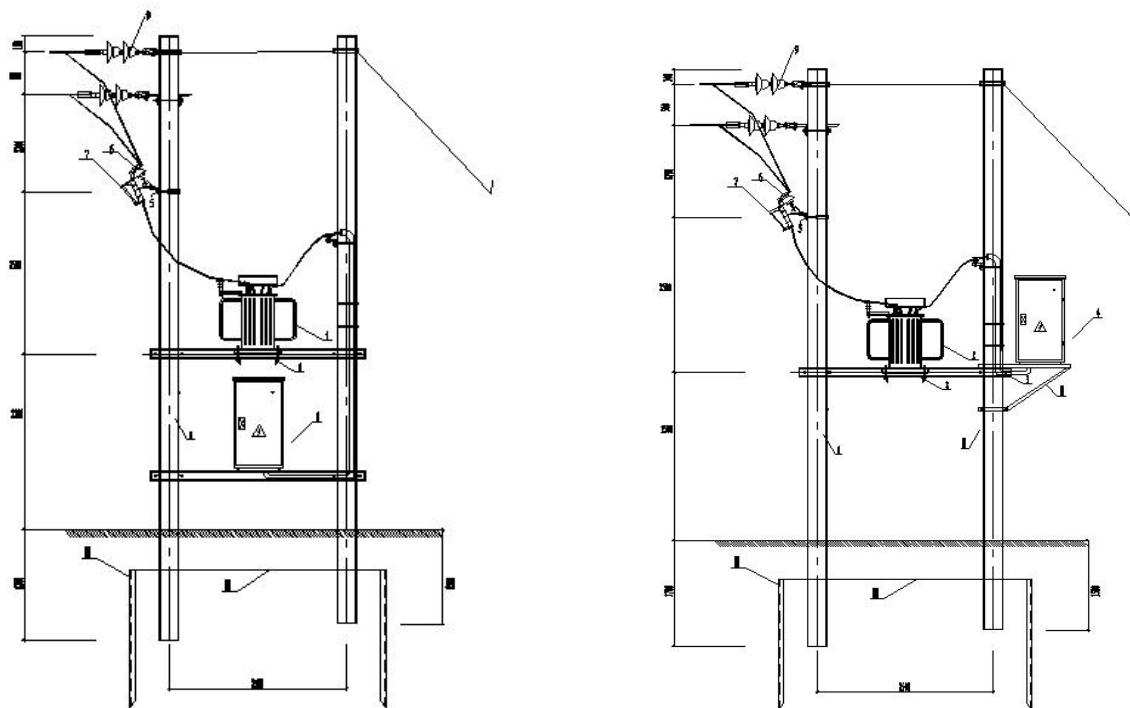

图 2 JP 型低压配电无功补偿综合柜安装示意图
- 2) 产品的安装参照安装示意图（见图 2），进出线采用电缆或穿管绝缘导线与变压器或低压馈电架空线连接。